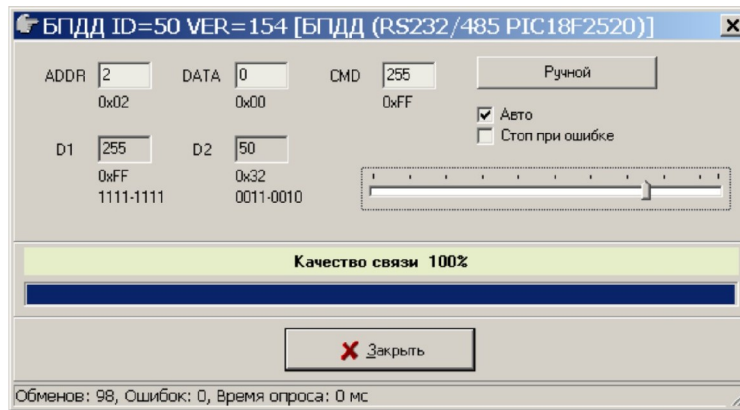

Рисунок 18
- 4) В открывшемся окне установить следующие параметры (рисунок 18):